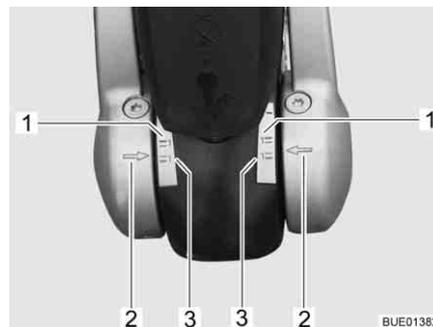

Fig. 226 Visualizador Forros de fricción a la izquierda y derecha
- Si las flechas en la arandela de presión (Fig. 226,2) se encuentran por debajo o sobre la superficie de marcación verde (Fig. 226,3), los forros de fricción estarán como nuevos.
- Si las flechas en la arandela de presión se encuentran dentro de las superficies de marcación (Fig. 226,1 y 3), los forros de fricción estarán ligeramente desgastados.
- Si las flechas en la arandela de presión se encuentran sobre o por encima de la superficie de marcación roja (Fig. 226,1), los forros de fricción estarán desgastados. Dejar que los forros de fricción sean sustituidos.